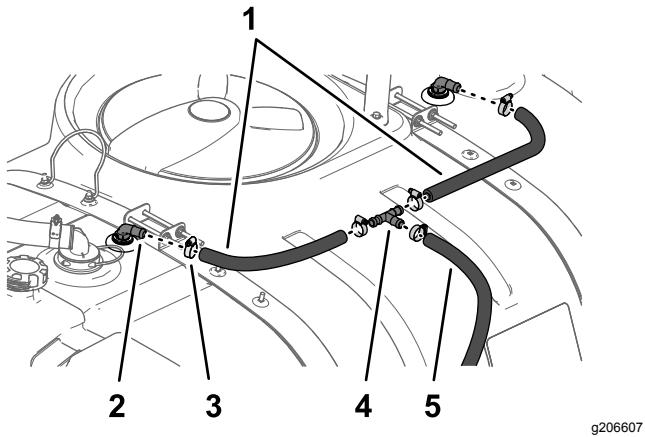

Figura 27
- Montate i 2 flessibili di 1,9 x 61 cm e le 2 fascette stringitubo su ciascuno dei raccordi a 90° nei gruppi ugelli di lavaggio e serrate le fascette manualmente (Figura 27).
- Montate, senza serrarla, l'altra estremità dei flessibili di 1,9 x 61 cm sul raccordo a T con 2 fascette stringitubo, come illustrato nella Figura 27.
- Montate i flessibili di 1,9 x 180 cm e una fascetta stringitubo sul raccordo a T, come illustrato nella Figura 27.
- Montate il flessibile di 43,3 cm nella parte inferiore del serbatoio di lavaggio sul raccordo diritto dentellato interno della pompa del serbatoio di lavaggio con una fascetta stringitubo e serrate la fascetta manualmente (Figura 27).